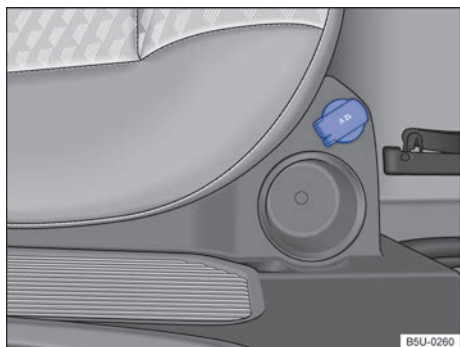

Fig. 126 En el lateral del asiento trasero: toma de corriente de 12 V - Nueva Saveiro doble cabina
- En el portaobjetos del lado derecho del asiento trasero → fig. 126.